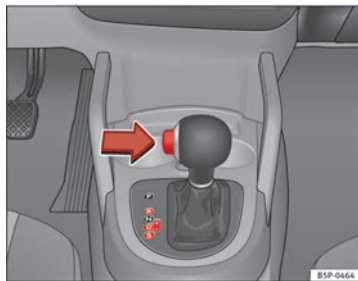

Fig. 145 Conducción
- Presione el pulsador del pomo (situado en la parte izquierda del mismo ⇒ fig. 145).